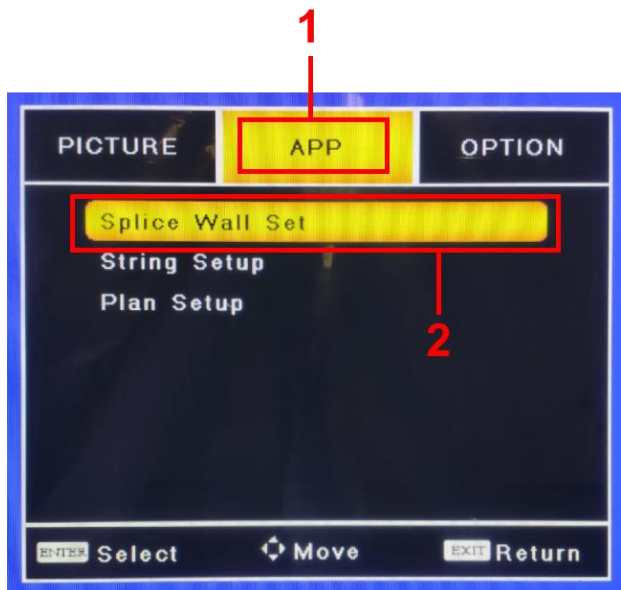

Рис. 11 Раздел меню для настройки видеостены
- 5) Далее зайдите в меню (кнопка MENU), перейдите в раздел APP (1), выберите раздел Splice Wall Set (2) кнопкой Enter на пульте ДУ, рис. 11. Здесь находятся настройки для видеостены;